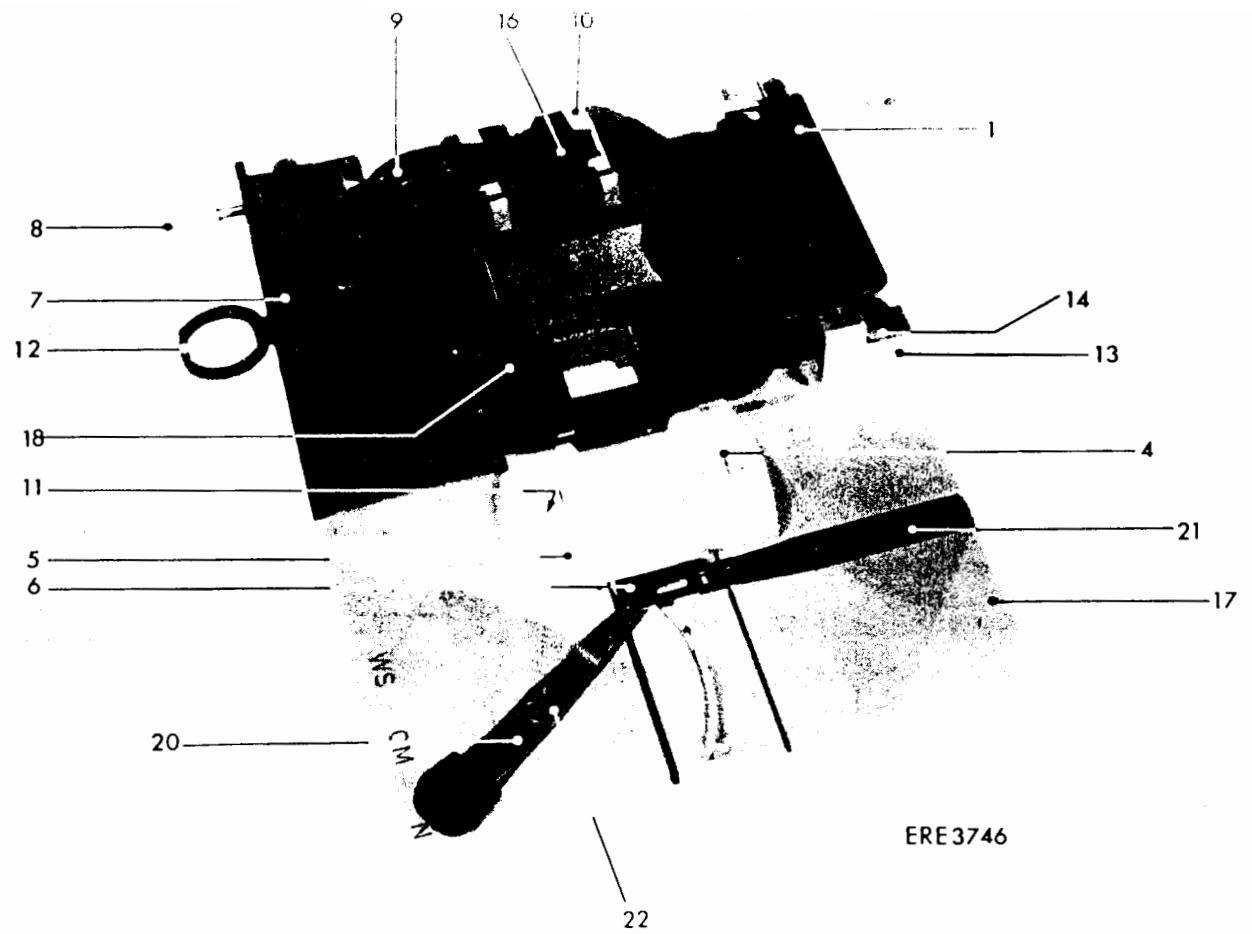

Fig. 1
- . L'ouverture de la fenêtre avec la plaque de la fenêtre pour film de 35 mm est représentée fig. 1 et 2 et pour 70 mm fig. 3 et 4.
- . El marco de la ventanilla con la placa de ventanilla para película de 35 mm es representado en la fig. 1 y 2, para 70 mm esto es demostrado en la fig. 3 y 4.
- . The construction of this oil damper is shown in Fig. 1 and the complete lifting mechanism is shown in Fig. 4.